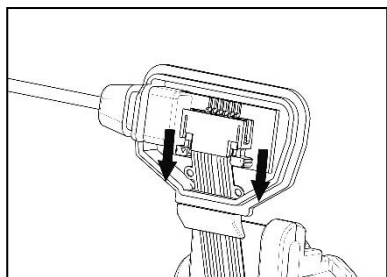

Fig. 4
4. Heben Sie die beiden schwarzen Flexkabel-Befestigungshaken an, um so das Flexkabel der Tastenvorrichtung entfernen zu können (Abb. 4).
4. Lift up the two black hooks that hold down the keypad flex to allow its removal (Fig. 4).
4. Sollevare i due ganci neri ferma flex per consentire la rimozione del flex tastiera (fig. 4).